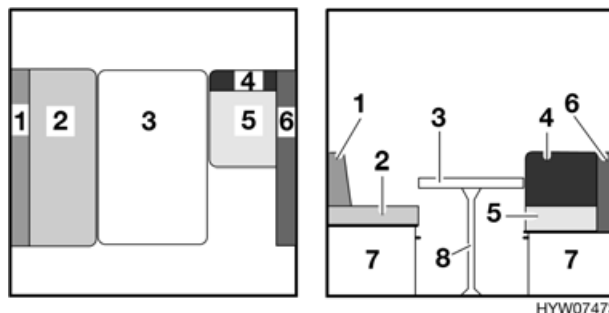

Fig. 34 Prima della trasformazione
- Sollevare il piano del tavolo (Fig. 34,3) e il piede del tavolo (Fig. 34,8) e stivarli negli appositi supporti.
- Rimuovere tutti i cuscini (Fig. 34,1, 2, 4, 5 e 6) e riporli.